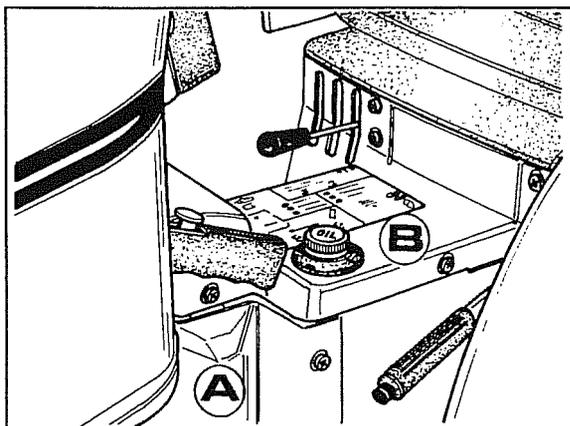

Fig. 1
- 1 Enlever la protection centrale B, le flanc A et celui qui se trouve du côté opposé comme illustré sur la fig.1.